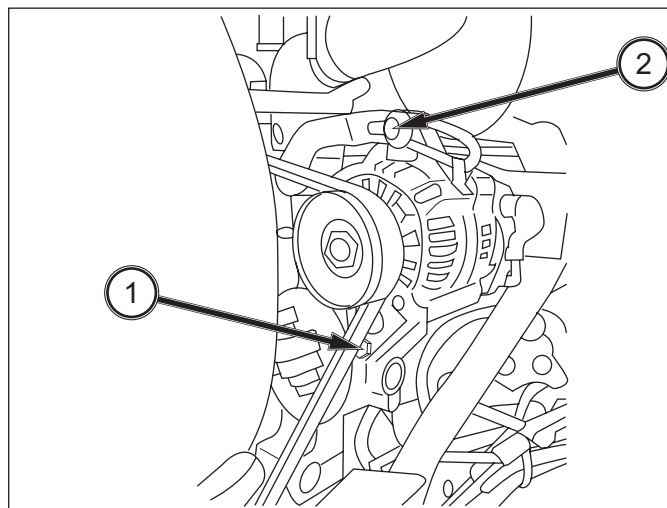

ABB. 138
ABB. 138: Zum Einstellen der Riemenspannung die Drehzapfenschraube samt Mutter (1) an der Lichtmaschine und die Schraube am Zugbügel (2) lösen. Den Riemen am oberen Teil der Lichtmaschine nach außen ziehen, um ihn korrekt zu spannen, dann zunächst die Schraube am Zugbügel (2) und anschließend die Drehzapfenschraube (1) wieder festziehen.